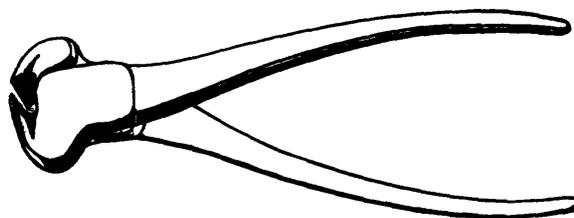
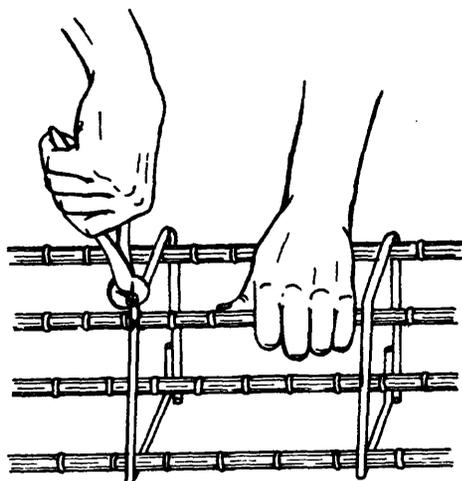

Fig. 5
Fig. 6
- *La tenaza de cabillero:* Se llama también tenaza de corte y sus características principales son el tamaño y la forma que la hacen muy manejable y lo agudo de las mordazas (fig. 5). Se utiliza para amarrar las armaduras de los elementos de concreto (fig. 6).